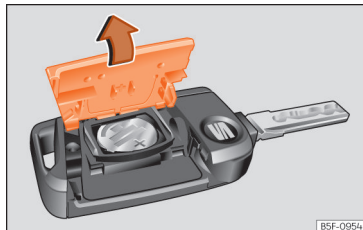

Рис. 47 Ключ автомобіля: відкривання відсіку для батарейки
- Зніміть тильну кришку (за стрілкою) >>> **рис. 47**, >>> ①.